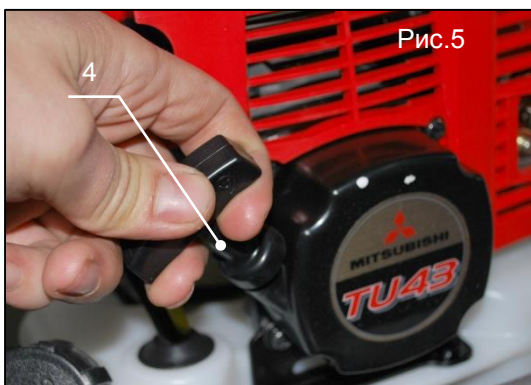

Рис.5
4. Потихоньку вытащить тросик механического стартера (поз.4, рис.5) до заметного ощущения сопротивления, а затем быстро и сильно потянуть его дальше.